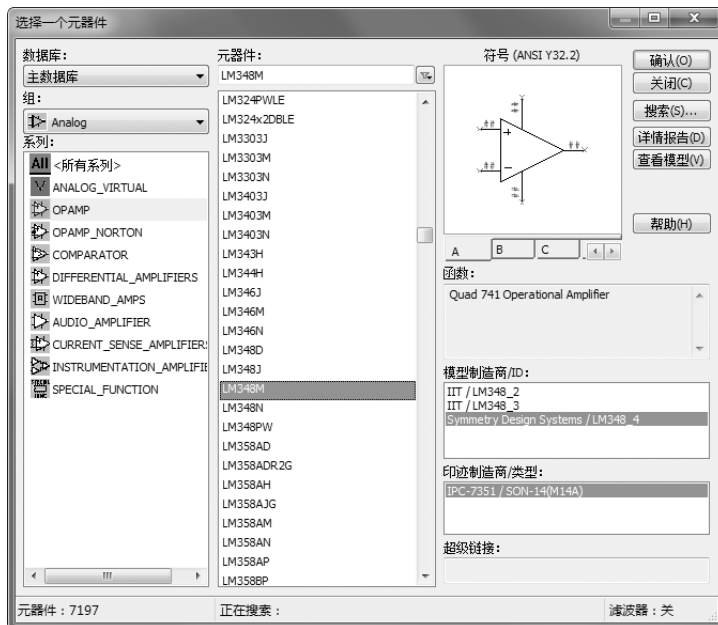

图 5-75 选择元器件“LM348M”
- 2) 单击“元器件”工具栏中的“放置模拟”按钮 , 选择“OPAMP”系列栏中的“LM348M”, 如图 5-75 所示。